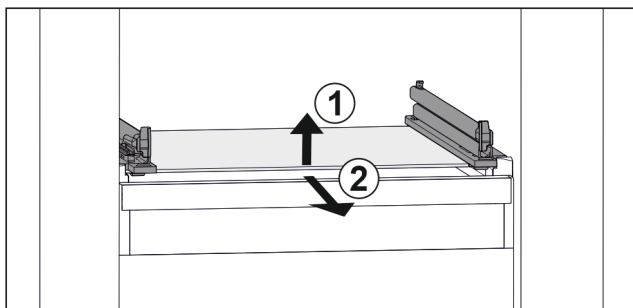

Fig. 74 Przykładowa prezentacja płyty szklanej
- ▶ Unieść płytę szklaną z przodu. Fig. 74 (1)
- ▶ Wyjąć płytę szklaną do przodu. Fig. 74 (2)